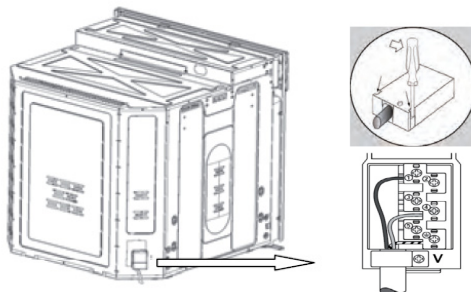

Рис. 2.
1. Откройте клеммную коробку при помощи отвертки, поместив ее под боковыми шпонками на крышке, потяните и откройте крышку (см. **Рис. 2**).